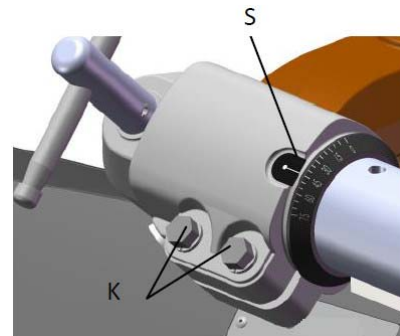

Abb. 30: Neigungswinkel einstellen
Schritt 1: Den Klemmhebel für den Auslegerarm lösen und den Vorschubapparat vom Tisch schwenken. Die Schrauben K (Abb. 30) lösen, den gewünschten Neigungswinkel S einstellen und die Schrauben K wieder festziehen.